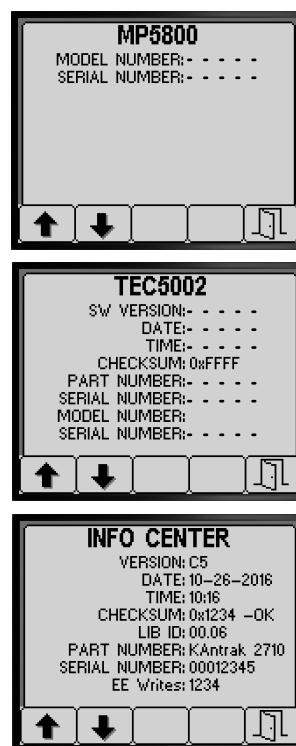

Figura 89
3. Premete il pulsante 1 o 2 per scorrere la schermata delle informazioni relative alla macchina, la schermata delle informazioni relative al controller TEC e la schermata delle informazioni sull'InfoCenter (Figura 89).